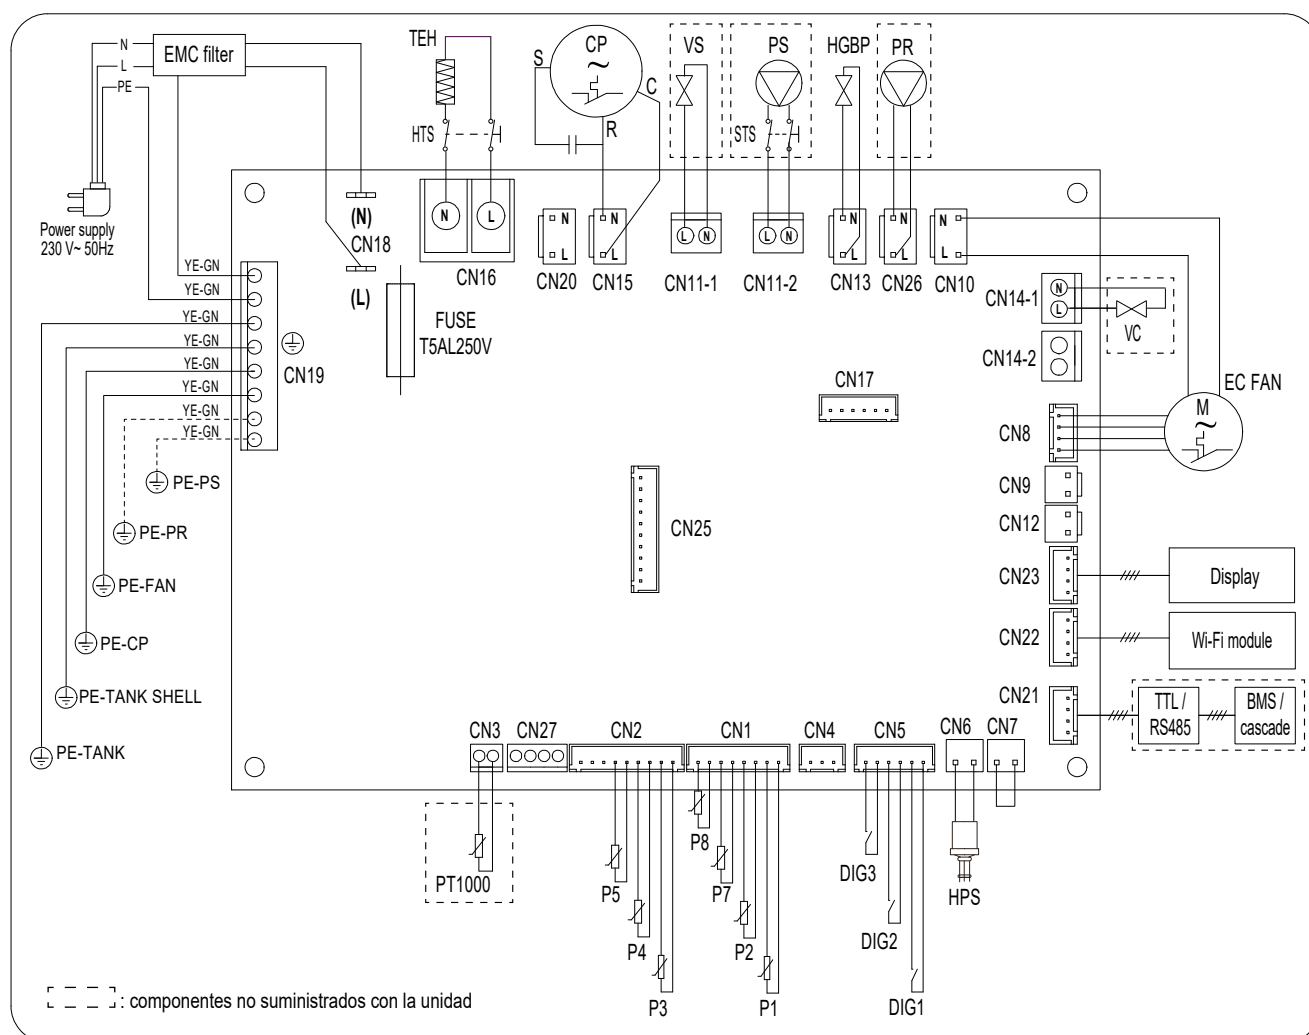

fig. 72 - Esquema eléctrico del aparato
- 1) La sonda PT1000 (part. 20) del panel solar debe conectarse al terminal CN3 (ref. "fig. 72 - Esquema eléctrico del aparato" en la página 123) de la placa base MASTER.
- 2) La bomba solar (part. 25) debe conectarse al terminal CN11-2 (ref. "fig. 72 - Esquema eléctrico del aparato" en la página 123) de la placa base del máster. La alimentación eléctrica de la bomba solar debe ser interceptada por los termostatos solares de seguridad (uno para cada unidad) que deben conectarse en serie: esto es para permitir el bloqueo de la bomba solar en caso de sobrecalentamiento en una de las unidades en la cascada
- 3) Montar una electroválvula normalmente cerrada (part. 32) para cada unidad de la cascada. La válvula debe conectarse al terminal CN11-1 (ref. "fig. 72 - Esquema eléctrico del aparato" en la página 123) de la placa base de cada equipo.